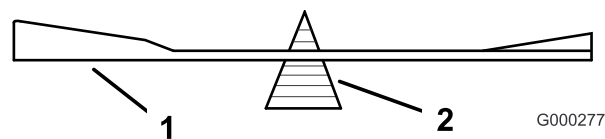

Figure 57
2. Vérifiez l'équilibre de la lame en la plaçant sur un équilibreur (Figure 57).